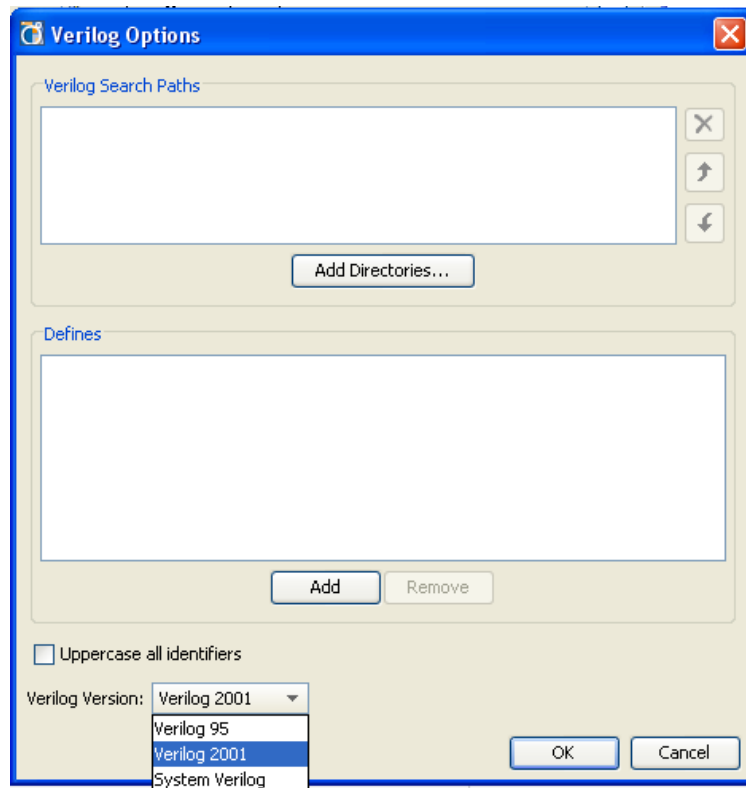

図 3-41 : Verilog オプション
- [Verilog Options] : Verilog 検索パス、マクロ定義、大文字識別子、Verilog2001 言語規格を指定します。これらフィールドは、図 3-41 に示されています。